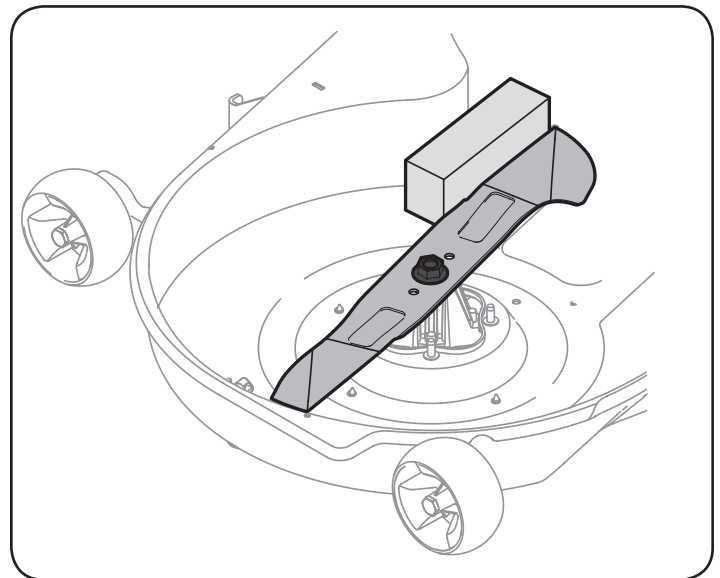

Figura 2
3. Estabilice una de las cuchillas de corte con una herramienta de bloqueo de cuchillas o un bloque de madera. Consulte la Figura 2.